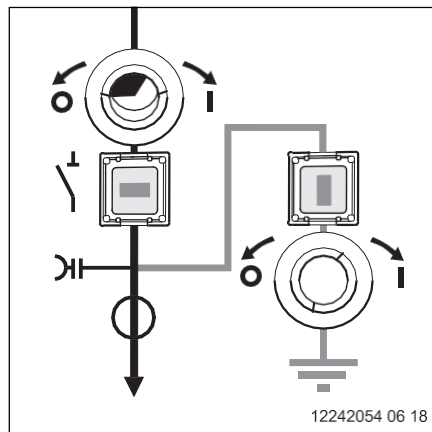

Fig. 61
**7** Poziția comutatorului cu secționatorul dezactivat și comutatorul de împământare activat (Fig. 61),